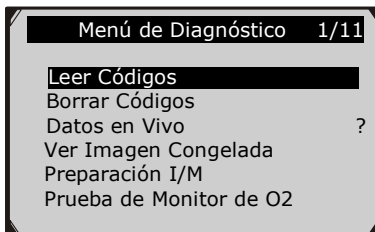

Figura 5.4
- 9) Vea un resumen del estado del sistema (estado de MIL, conteos de DTC, estados de Monitor) en la pantalla. (Figura 5.2 ) Espere unos pocos segundos o presione cualquier tecla para que el **Menú de Diagnóstico** (Figura 5.4) aparezca.
- 1) Use los botones de desplazamiento **ARRIBA/ABAJO** para **Borrar Códigos** desde el **Menú de Diagnóstico** y presione el botón **OK**. (Figura 5.4)
- 1) Para consultar los datos en vivo, use el botón de desplazamiento **ARRIBA/ABAJO** para seleccionar **Datos en Vivo** desde el **Menú de Diagnóstico** y presione el botón **OK**. (Figura 5.4)